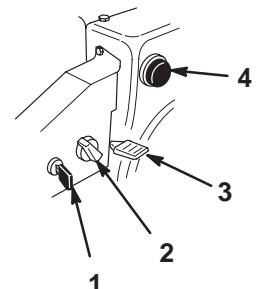

Figure 14
- Clé de contact** (Fig. 14)—Insérez la clé dans le commutateur d'allumage avant de mettre le moteur en marche. Pour couper le moteur, retirez la clé de contact.
- Starter** (Fig. 14)—Pour mettre en marche un moteur froid, tournez la commande de starter à la position *en service*. A mesure que le moteur se réchauffe, tournez progressivement le starter dans le sens anti-horaire jusqu'à la position *hors service*.
- Commande d'accélérateur** (Fig. 14)—Déplacez la manette vers le haut pour augmenter le régime du moteur, ou vers le bas pour le réduire. Réglez la manette d'accélérateur en position d'*Arrêt* pour arrêter le moteur.
- Amorceur** (Fig. 14)—Appuyez sur l'amorceur pour envoyer une petite quantité d'essence dans le moteur afin de faciliter le démarrage par temps froid.
2. Retirez la clé de contact du commutateur d'allumage (Fig. 14).
3. Enlevez le bouton de starter (Fig. 14).
- Tournez le starter en position *en service* (Fig. 14).
- Insérez la clé de contact (Fig. 14).
- Couvrez l'orifice central de l'amorceur (Fig. 14) avec le pouce et appuyez lentement sur l'amorceur à trois reprises, en marquant une pause à chaque fois.
- Dès que le moteur a démarré, tournez le starter (Fig. 14) à la position *3/4*. A mesure que le moteur se réchauffe, tournez le starter à la position *1/2*. Quand le moteur est suffisamment chaud, tournez le starter à la position *hors service*.